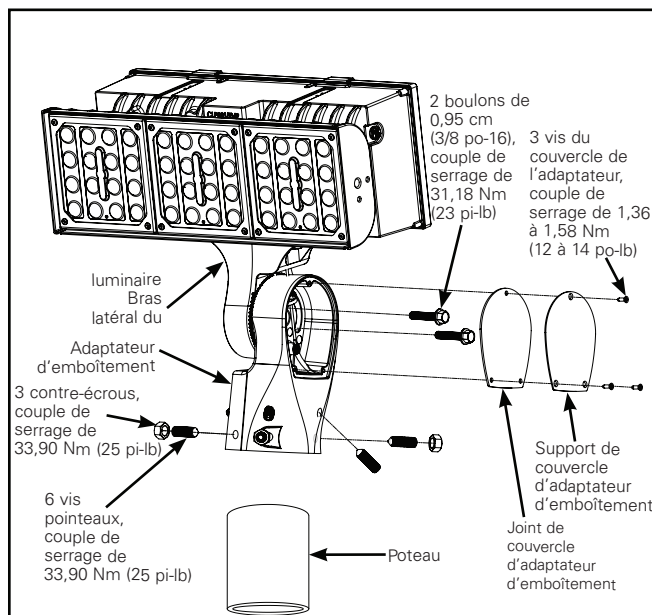

Figure 4.
Montage de l'adaptateur d'emboîtement (figures 4, 5)
4. Une fois le luminaire orienté de façon appropriée, serrez à la main les trois (3) vis de réglage angulaires pour fixer solidement le luminaire. Serrez à la main les trois (3) vis de réglage inférieures, puis les vis de réglage angulaires supérieures à un couple de 33,90 Nm (25 pi-lb). Installez les trois (3) écrous hexagonaux sur les vis de réglage inférieures et serrez les trois (3) vis de réglage et les (3) écrous à un couple de 33,90 Nm (25 pi-lb) (fig. 4).
6. Desserrez les deux (2) boulons à embase de 0,95 cm (3/8 po-16) situés dans les fentes pour régler les angles du luminaire. Une fois les réglages d'angle effectués, serrez à un couple de 31,18 Nm (23 pi-lb). Le luminaire peut être ajusté de -10 degrés à 80 degrés par rapport à l'horizontale pour une configuration de montage sur poteau.
7. Remettez le couvercle d'accès sur le bras. Serrez les trois (3) vis n° 8 à un couple d'environ 1,36 à 1,58 Nm (12 à 14 po-lb).